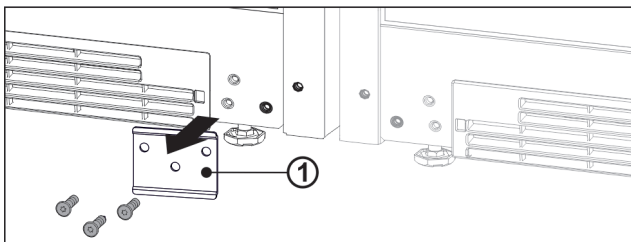

Fig. 14
- Wenn das Blech Fig. 14 (1) verbaut ist, Blech abschrauben.